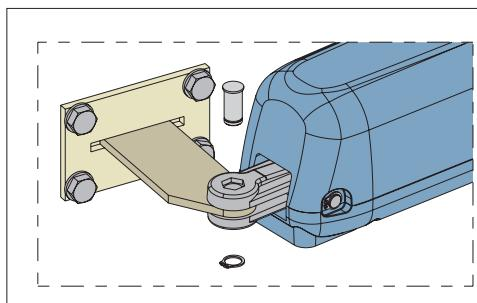

Abb. 11
- Den Antrieb am hinteren Bügel mit Hilfe der im Lieferumfang enthaltenen Stifte befestigen, siehe Abb. 11.